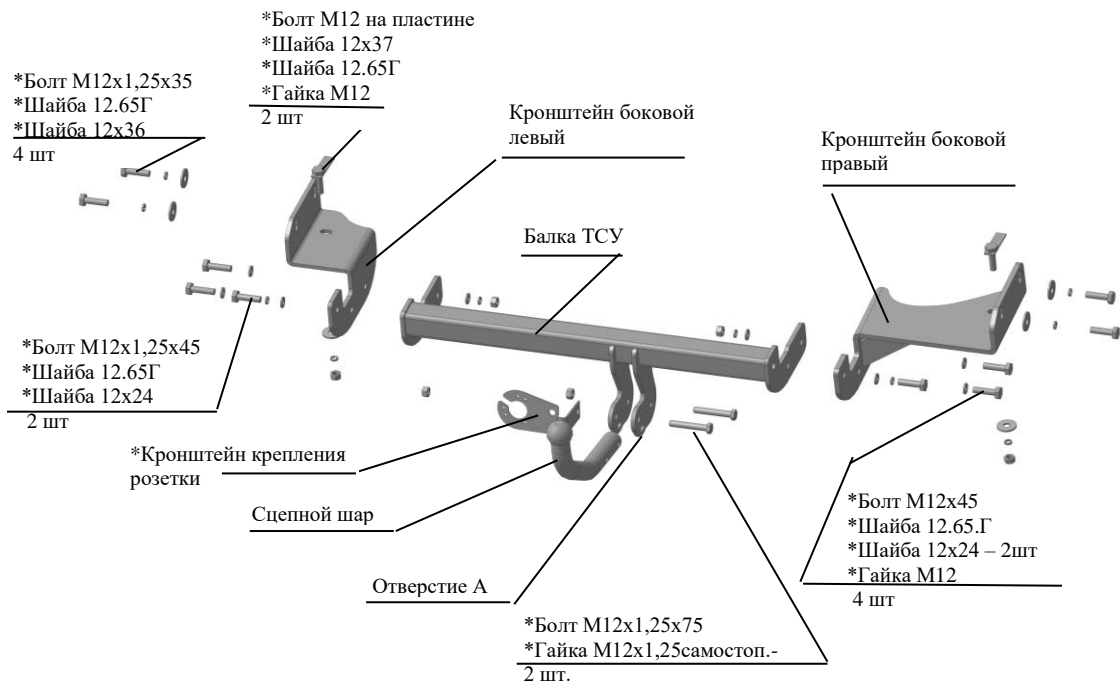

Рис.1 Тягово-сцепное устройство 7332
2.1 ТСУ 7332 в сборе (рис.1)	1 шт.
2.2 Пакет с комплектующими (см. рис.1)	1 шт.
4.2 Установить боковые кронштейны ТСУ (правый и левый соответственно рис.1), закрепив к нижним полкам лонжеронов болтами на пластине (вставить болты внутрь лонжеронов) и гайками М12, подложив под гайки шайбы 12.65Г и 12х37, к внешним боковым сторонам лонжеронов а/м- болтами М12х1,25х35, под головки болтов подложив шайбы гроверные 12.65Г и шайбы 12х37. Крепеж не затягивать.